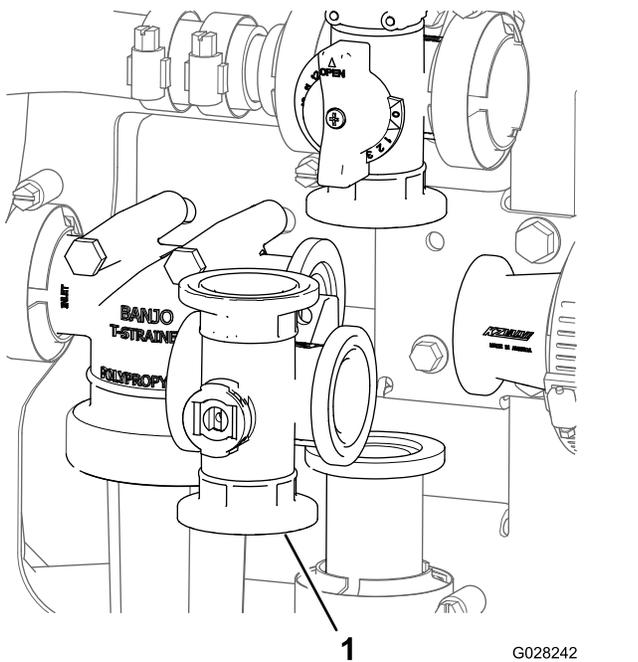

Figura 79
2. Retire el colector de la válvula de agitación de la máquina (Figura 79).